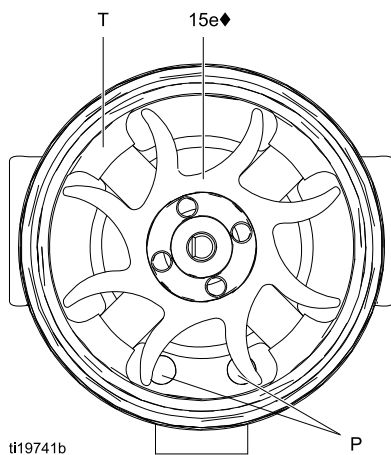
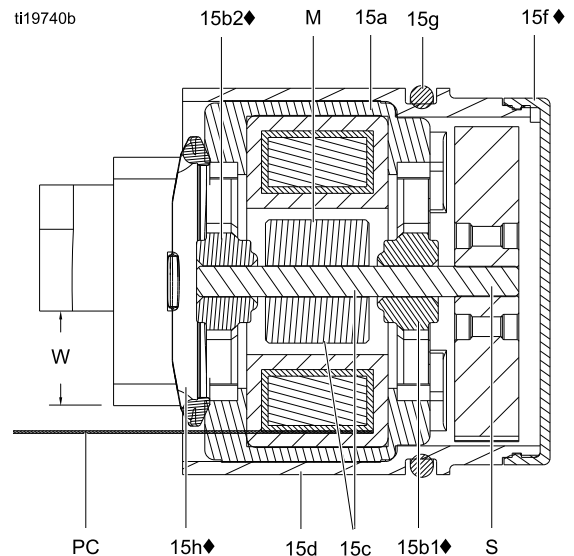

Figure 45 Orientación del ventilador
Figure 46 Corte transversal del alternador
7. Sostenga el conjunto de bobina (15a) en un banco de trabajo con el extremo del ventilador orientado hacia arriba. Usando un destornillador de cara ancha, levante el ventilador (15e) del eje (S).
10. Instale el cojinete superior nuevo (15b1◆) en la parte larga del eje (S). El lado más plano del cojinete debe estar alejado del imán (M). Instale en la bobina (15a) de forma tal que las hojas del cojinete estén alineadas con la superficie de la bobina.
12. Sostenga el conjunto de bobina (15a) en un banco de trabajo con el extremo del ventilador orientado hacia arriba. Presione el ventilador (15e♦) sobre el extremo largo del eje (S). Las paletas del ventilador deben estar orientadas como se muestra.
13. Con cuidado, presione el conjunto de bobina (15a) en la parte frontal del alojamiento (15d♦) mientras alinea la clavija de la bobina con la ranura del alojamiento. El conector de 3 cables (PC) debe posicionarse debajo de la muesca más ancha (W) de las lengüetas del alojamiento, como se muestra en la Fig. 46. Asegúrese de que las clavijas de alineación de la bobina (P) estén posicionadas como se muestra en la Fig. 45.
14. Rote el ventilador (15e) de forma tal que sus paletas no bloqueen las 4 lengüetas del cojinete (T) en la parte trasera del alojamiento. Asegúrese de que las hojas del cojinete inferior (15b1♦) estén alineadas con las lengüetas.